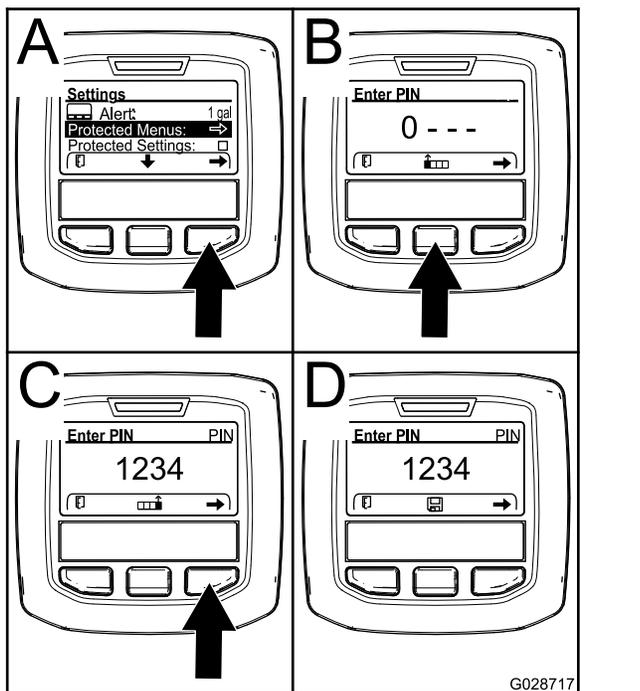

Bild 12
3. Drücken Sie die rechte Auswahltaste, um „Geschützte Menüs“ auszuwählen (A in Bild 12).
- Drücken Sie die mittlere Auswahltaste (B in Bild 12), um den numerischen Wert zu erhöhen (0 bis 9)..
- Drücken Sie die rechte Auswahltaste (C in Bild 12), um den Cursor auf die
Hinweis: Das Speichern-Symbol wird über der mittleren Auswahltaste angezeigt (D in Bild 12).